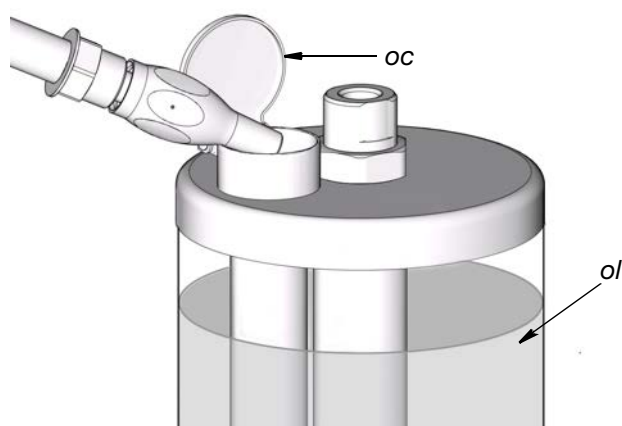

FIG. 5
2. Aggiungere lentamente l'olio (*ol*) fino al riempimento del serbatoio alla capacità massima (FIG. 5). Fare attenzione a non riempire il serbatoio troppo in fretta e mantenersi sotto il punto di troppopieno dello stesso.
3. Chiudere il tappo di riempimento dell'olio (*oc*) per prevenire la contaminazione e la fuoriuscita (FIG. 5).